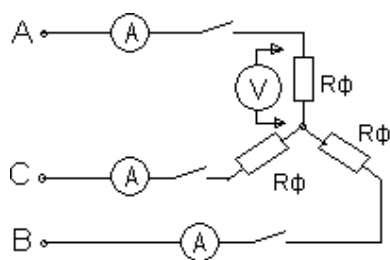

Рисунок 2
Если $U_{л} = 380$ В, то $U_{ф} = 220$ В. Ток, протекающий в линейных проводах, называется линейным: $I_{л} = I_{ф}$. А «звезда» без нулевого провода (рисунок 2) используется только при наличии симметричной нагрузки (равные электросопротивления, одинаковый характер нагрузки в каждой фазе и одинаковый угол сдвига фаз между токами и напряжениями в фазах).
1. Собрать электрическую схему, представленную на рис.2 В качестве нагрузок использовать лампы накаливания. Произвести измерения токов и напряжений при равномерной, неравномерной нагрузках, при отключении одной из фаз и коротком замыкании одной из фаз при равномерной нагрузке остальных фаз.